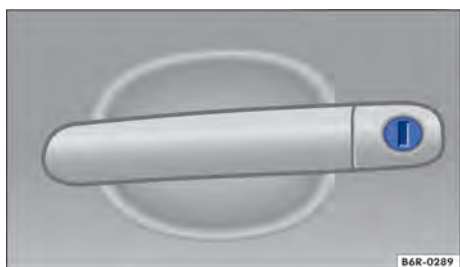

Fig. 49 Maçaneta da porta do condutor com cilindro da fechadura.
- Introduzir a haste da chave no cilindro da fechadura e destravar ou travar o veículo → Fig. 49.